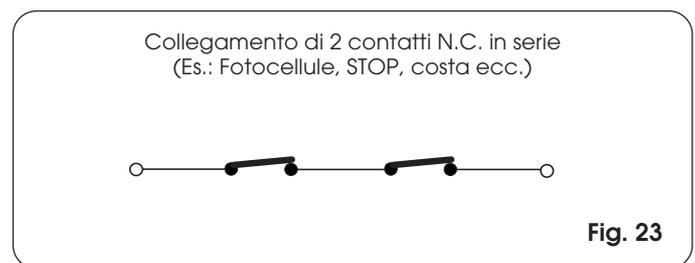

Fig. 23
**N.B.:** se due dispositivi con contatto N.C. hanno la stessa funzione vanno collegati in serie tra di loro (Fig. 23).